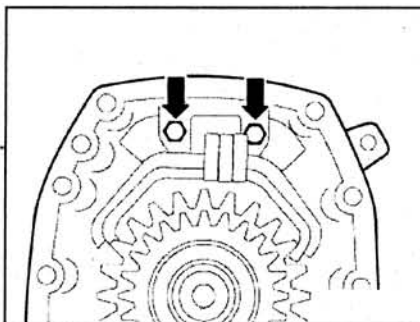

Рис. 4.46. Вкрутите оба болта (стрелки) крепления направляющей втулки.
21. Вкрутите оба болта (стрелки) крепления направляющей втулки (рис. 4.46).